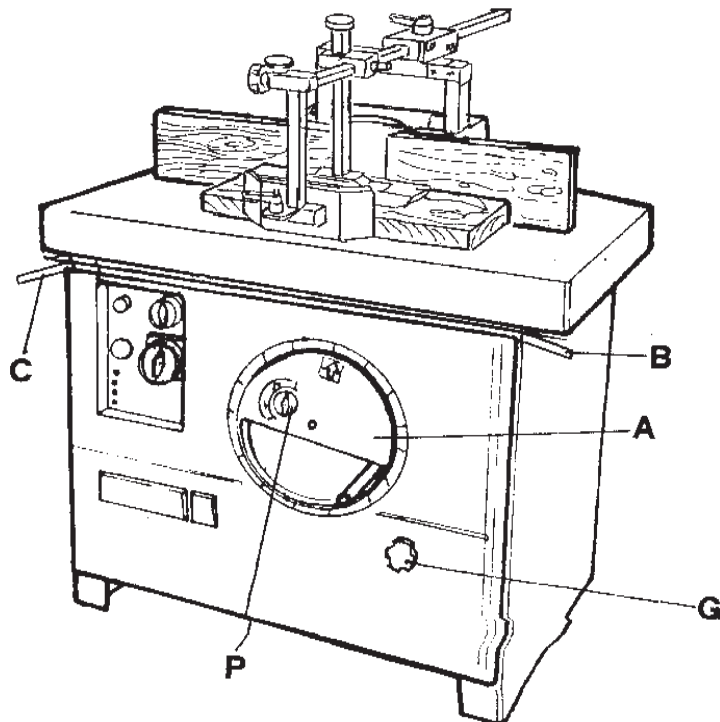

Fig. 8
3.2 - COMANDI MECCANICI (fig. 8)
3.2 - MECHANICAL CONTROLS (fig. 8)
3.2 - MANDO MECANICOS (fig. 8)
- Bloccare l'albero tramite leva E fig.8; serrare la leva e far girare l'albero a mano.
- Push the lever (E, fig. 8) to lock the spindle in place. Engage the lever and turn the spindle manually.